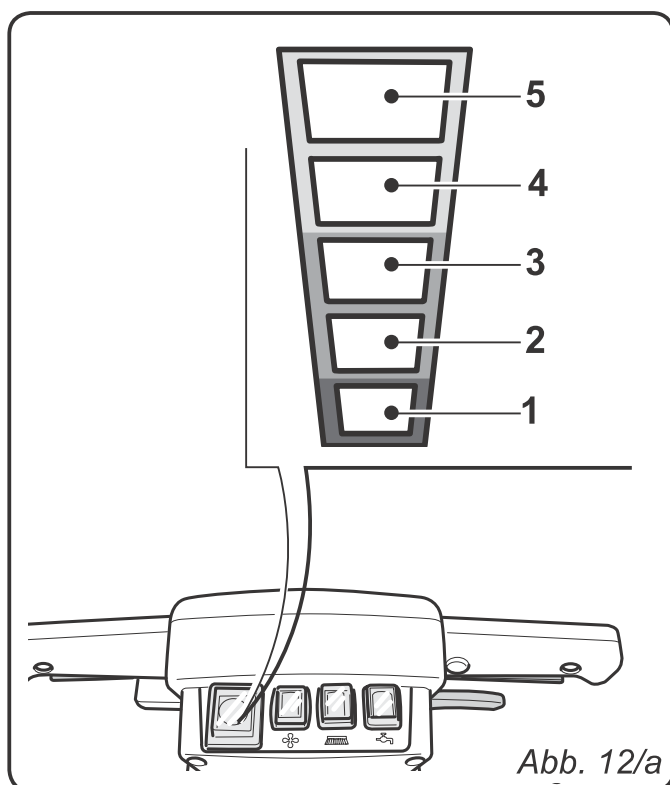

Abb. 12/a
- Zum Ausschalten den Knopf (4) drücken.
9.1.e - Betriebsalarme (Abb. 12/a)
9.1.f - Betriebsstundenzähler (Abb. 12/a)